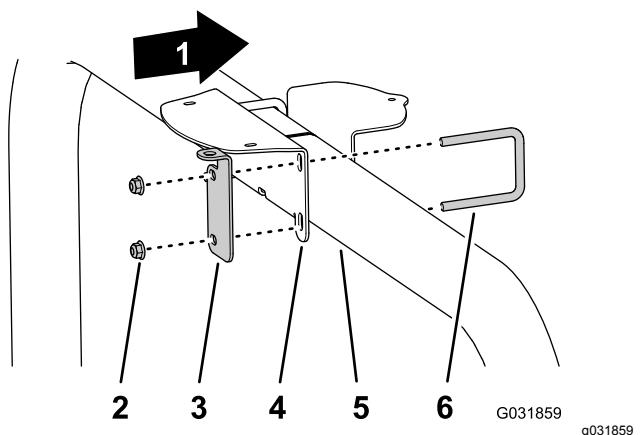

Figura 150
- Si la máquina tiene un sistema GNSS y el Kit de módem CDMA o GSM para la corrección de RTK, Monte el soporte del receptor y el soporte de la antena RTK en el tubo del ROPS (Figura 150) con 2 pernos en U y 4 contratuerca con arandela prensada ($\frac{3}{8}$ ").